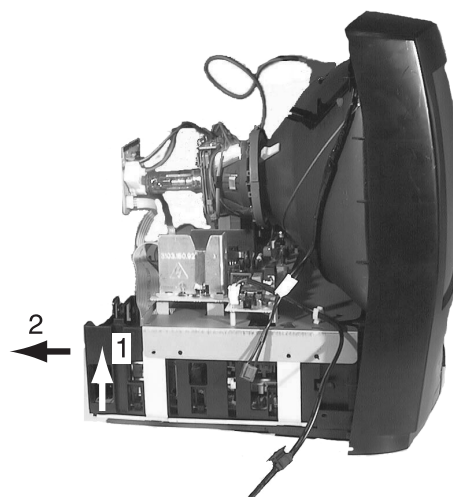

Figura 4-4
8. Sollevare leggermente sul retro l'unità TV/VCR e sfilarla con attenzione dall'apparecchio (vedi figura 4-4).